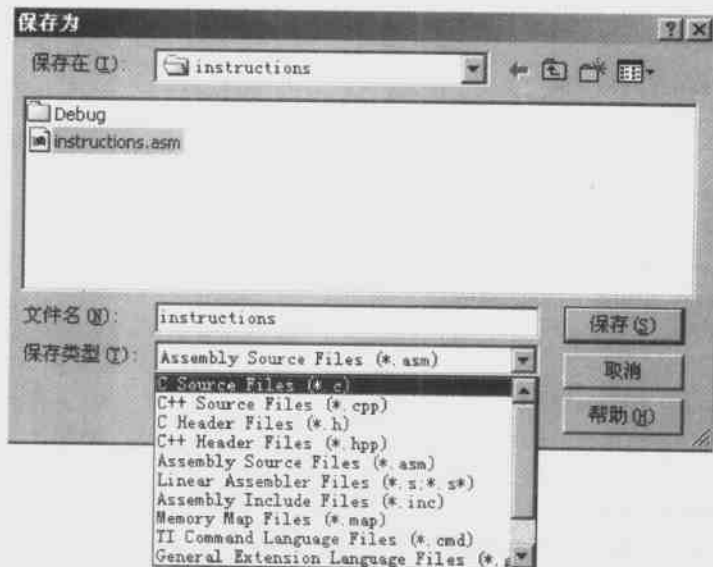

图 3.45 Save as 对话框
(1) 单击编辑窗口,使要保存的文件处于激活状态(即成为当前编辑的文件);在 File 菜单中选择 Save 命令,如果是第一次保存,文件的名字是 Untitled,并出现如图 3.45 所示的 Save as 对话框,要求输入保存文件的名字。
(2) 如果要更改已经保存的文件的文件名,则单击 Save as 命令,输入“另存为”的名字;也可以在标准工具栏上单击图标.
(3) 在保存类型栏中,如果源文件是汇编文件,则需要保存为 *.asm;如果是 C 语言文件,则需要保存为 *.c;如果是 C 语言的头文件,则需要保存为 *.h……。在缺省状态下,保存为 C 语言源文件,如图 3.45 所示。
(4) 单击“保存”按钮。